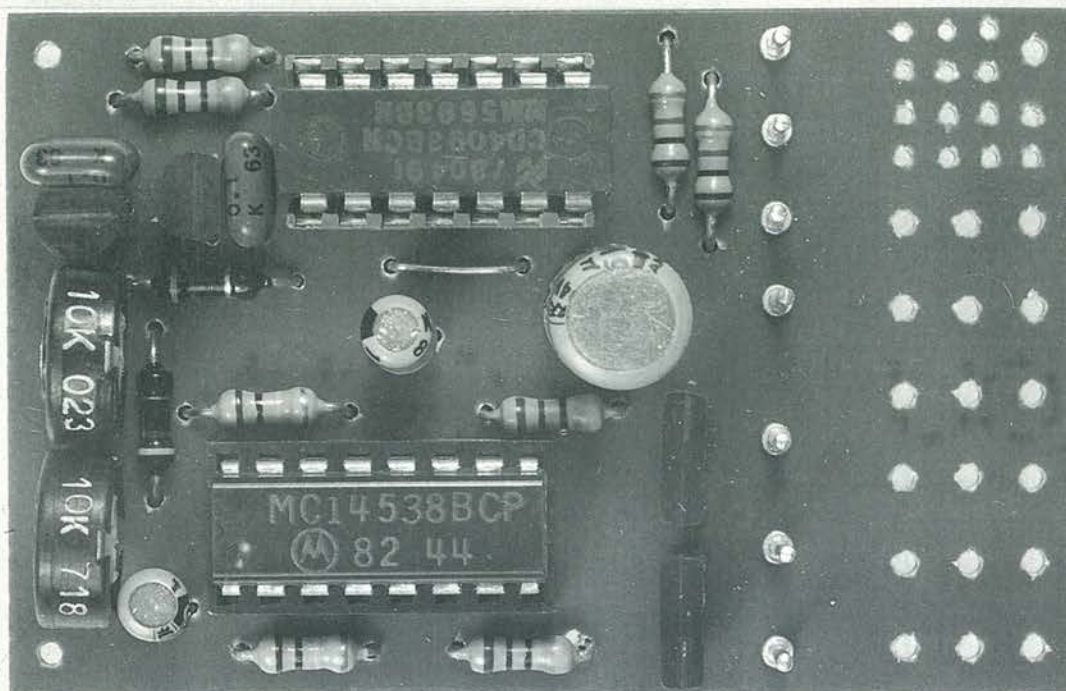

*Figura 1. Schema del circuito completo di dispositivo di commutazione. È predisposto per impulsi positivi.*
**V**i illustriamo, in queste pagine, il modo più semplice ed economico per aggiungere due canali ai ricevitori per radiocomando. Per motivi di semplicità, descriveremo soltanto il canale A. Ad E1 arriva il segnale d'uscita proveniente dal ricevitore (Figura 1). La successiva porta NAND serve esclusivamente a garantire un'elevata impedenza all'ingresso e ad invertire la polarità del segnale.